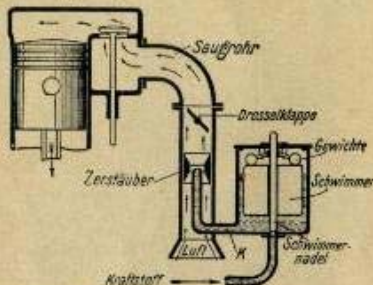

Bild 13. Allgemeiner Aufbau eines Vergasers.
Die Teile des Vergasers sind (Bild 13): das **Saugrohr**. Es verbindet den Vergaser mit den Zylindern und führt ihnen das Kraftstoffluftgemisch zu. Im Saugrohr ist ein trichterförmiger Zerkäuber angebracht, der die Wirkung der Zerkäubung erhöht.
Das **Schwimmergehäuse** ist ein kleiner Kraftstoffbehälter, dem der Kraft- stoff durch seine eigene Schwere oder durch Druck- oder Saugwirkung zufließt. Es fließt durch einen kleinen Kanal (K) mit der Austrittsdüse in Verbindung. Der Kraftstoffpegel im Schwimmergehäuse soll eine be- stimmte Höhe haben, da der Kraftstoffstand in der Düse von ihr abhängt (Bild 13). In Ruhe soll der Kraftstoff 2 bis 3 mm unter der Düsenöffnung stehen.